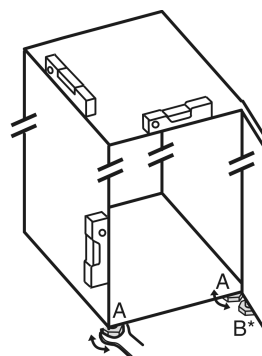

Fig. 19
- Выкрутите регулируемые опоры Fig. 19 (A) при помощи входящего в комплект поставки рожкового ключа и, используя уровень, выставьте устройство прочно и ровно по горизонтали.
- Выверните регулируемую опору Fig. 19 (B) на нижнем опорном кронштейне при помощи входящего в комплект поставки рожкового ключа до ее соприкосновения с полом.
- Поверните регулируемую опору Fig. 19 (B) еще на 90°.